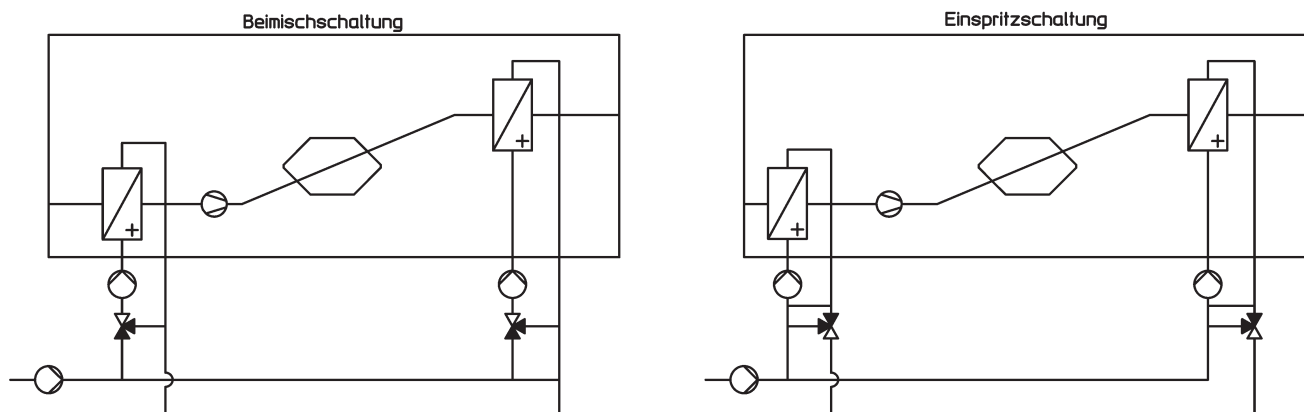

Abb. 11: PWW-Kreislaufsystem
Wird statt Unbalanz ein PWW-Frostschutzhitzer (optional) eingesetzt und/oder ein PWW-Nacherhitzer (optional) werden hydraulische Systeme mit Beimisch- oder Einspritzschaltungen empfohlen (s. Abb. 11).
- Achten Sie auf die Strömungsrichtung des Mediums in Bezug auf die Luftrichtung, im Zusammenhang mit dem entsprechenden Wärmetauscher (s. Abb. 11).